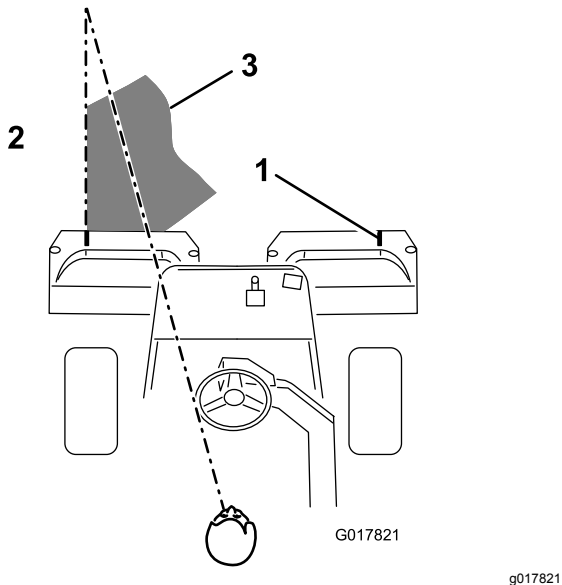

Figura 39
3. Sobreponha uma quantidade mínima com o corte anterior nas passagens adicionais. Para cortar em linha reta ao longo do relvado e de modo a conseguir manter uma distância equitativa entre a extremidade da zona de corte anterior, estabeleça uma linha imaginária de aproximadamente 1,8 a 3 metros à frente da máquina até a extremidade da zona por cortar (Figura 39). Alguns utilizadores acham útil incluir a borda exterior da roda motriz na linha imaginária; por exemplo, mantenha a extremidade da roda motriz alinhada com um ponto que se mantém sempre à mesma distância da dianteira da máquina (Figura 39).